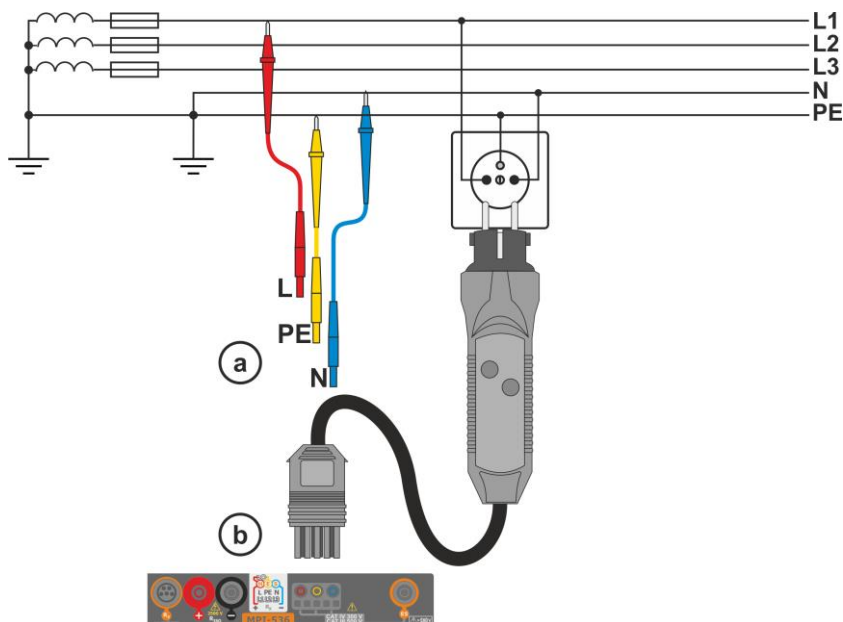
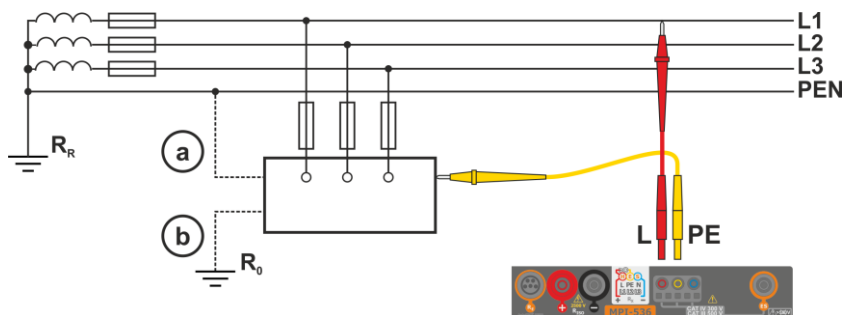

Fig. 3.1 Medición en el circuito L-PE
Fig. 3.2 Comprobación de la eficacia de protección contra incendios de la carcasa del dispositivo en caso de: (a) la red TN o (b) la red TT
- 1 Conectar los cables de medición según la Fig. 3.1 o Fig. 3.2.